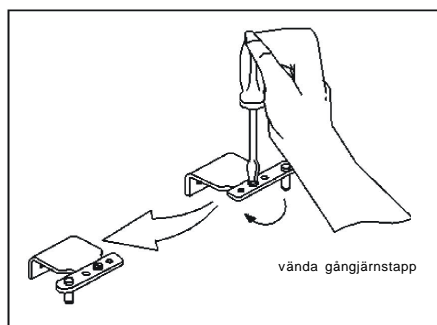

Fig. 5
- 5- Skruva loss skruven för övre gångjärns tapp. Vänd tappens 180°, skruva sedan dit den på övre gångjärn igen (Fig. 5).